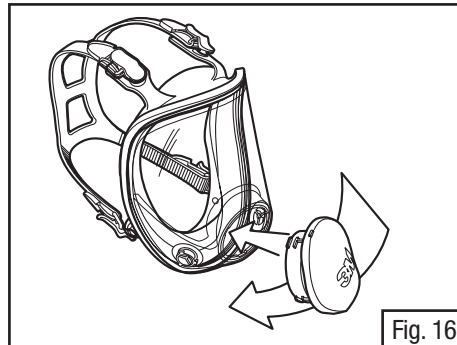

Fig. 16
2. Deslice el adaptador en el puerto del visor (Fig. 16).
4. Vuelva a instalar el adaptador central en el visor de la pieza facial (Fig. 16).
6. Instale el ensamble de adaptador central (Fig. 16).